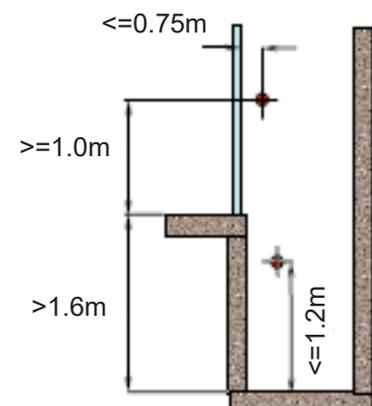

Abbildung 8.2: Platzierung der Stopp-Tasten wenn die Grube $> 1,6m$
- 8.2 Wenn die Schachtgrube tiefer als 1,6 m ist (Abbildung 8.2 unten rechts):